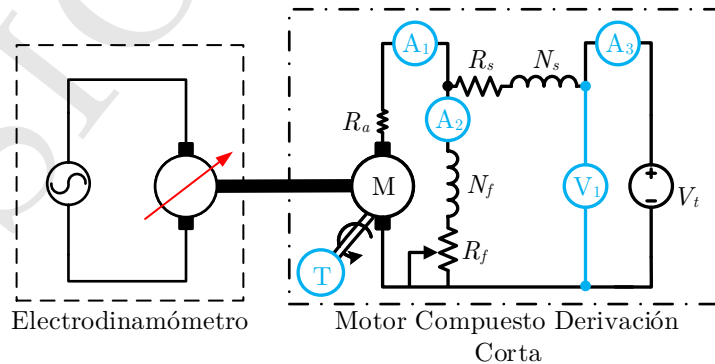

Figura 4: Motor compuesto en derivación corta acoplado a un electrodinámometro.
1. Con el circuito mostrado en la Figura 4. Tomar las mismas consideraciones respecto al sentido de giro que en la sección 4.2.